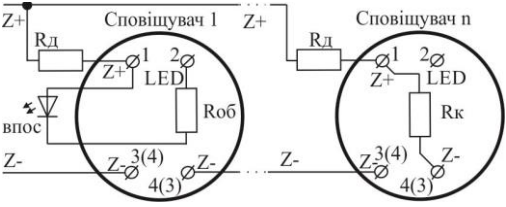

Рисунок 4.3 – Підключення сповіщувача в шлейф, ВПОС або світлодіода
4.5 Якщо за проектом використовують ВПОС з живленням від ШС, то його мінусовий контакт через резистор R_{об} з'єднують з гвинтовою клемою з маркуванням «**2» (LED)**, а плюсовий – гвинтовою клемою з маркуванням «**1» (Z+)**» (Рис. 4.3, номінал R_{об} залежить від типу ВПОС і його робочого струму, а також чи використовується R_d; сума R_d та R_{об} має бути не менше 3 кОм). Рекомендується використовувати ВПОС виробництва ТОВ «Тірас-12», підключивши його через резистор R_{об} з опором не менше 3 кОм. Допускається використовувати інший пристрій індикації з малим струмом споживання (приблизно 1 мА). ВПОС дублює основний індикатор в режимах пожежі та несправності. **Увага!** Слід враховувати струм споживання ВПОС при розрахунку сумарного струму споживання ШС. Максимальна довжина дротів підключення ВПОС до сповіщувача не має перевищувати 3 м.